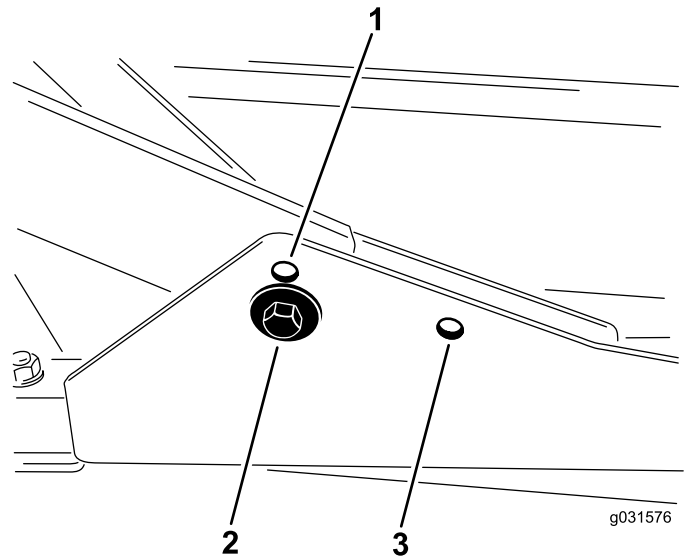

Bild 17
1. Befestigen Sie die vorderen Trägersrahmen für Schnitthöhen von 2 cm bis 7,6 cm in den unteren vorderen Befestigungslöchern (Bild 17).
2. Befestigen Sie die vorderen Trägersrahmen für Schnitthöhen von 6,3 cm bis 10 cm in den oberen vorderen Befestigungslöchern (Bild 17).
Befestigen Sie das Heckschneideinheit für alle Schnitthöhen in den hinteren Befestigungslöchern (Bild 17).